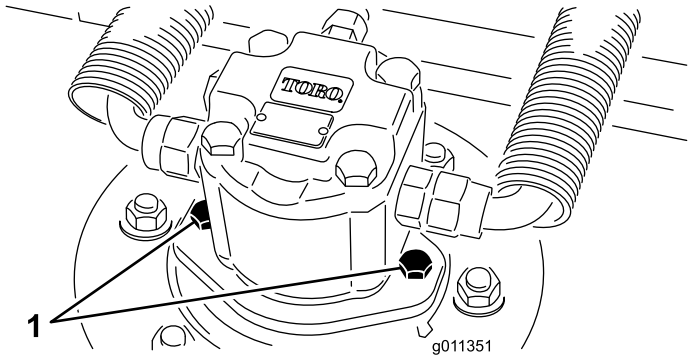

図 85
2. カッティングユニットから油圧モータを外す **図 85**。異物につかないように、スピンドル上部にはカバーを掛けておく。
3. カッティングユニットに油圧モータを取り付ける **図 85**。Oリングを忘れずに、また、損傷させないように注意して取り付ける。